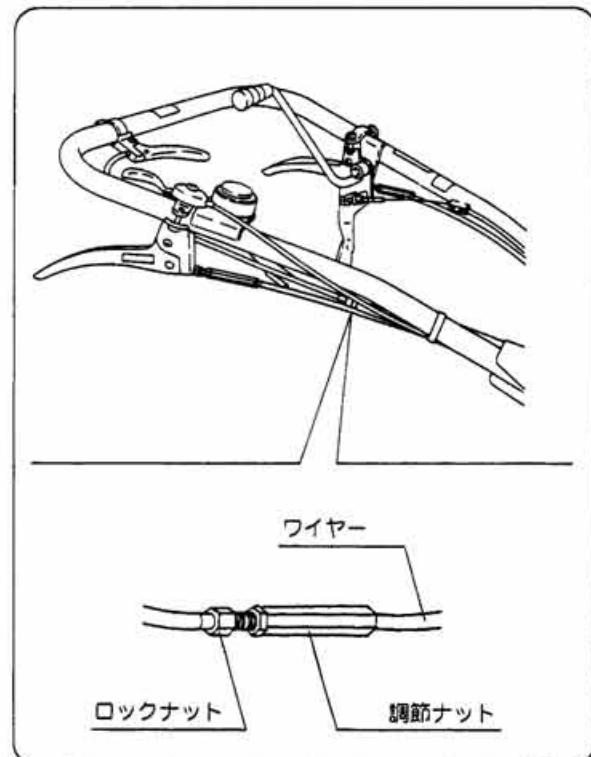

図29
- ①ロックナットをゆるめます。（図29）
- ②調節ナットを回してハンドルの上下が移動できるように調整して、ロックナットをゆるめます。（図29）